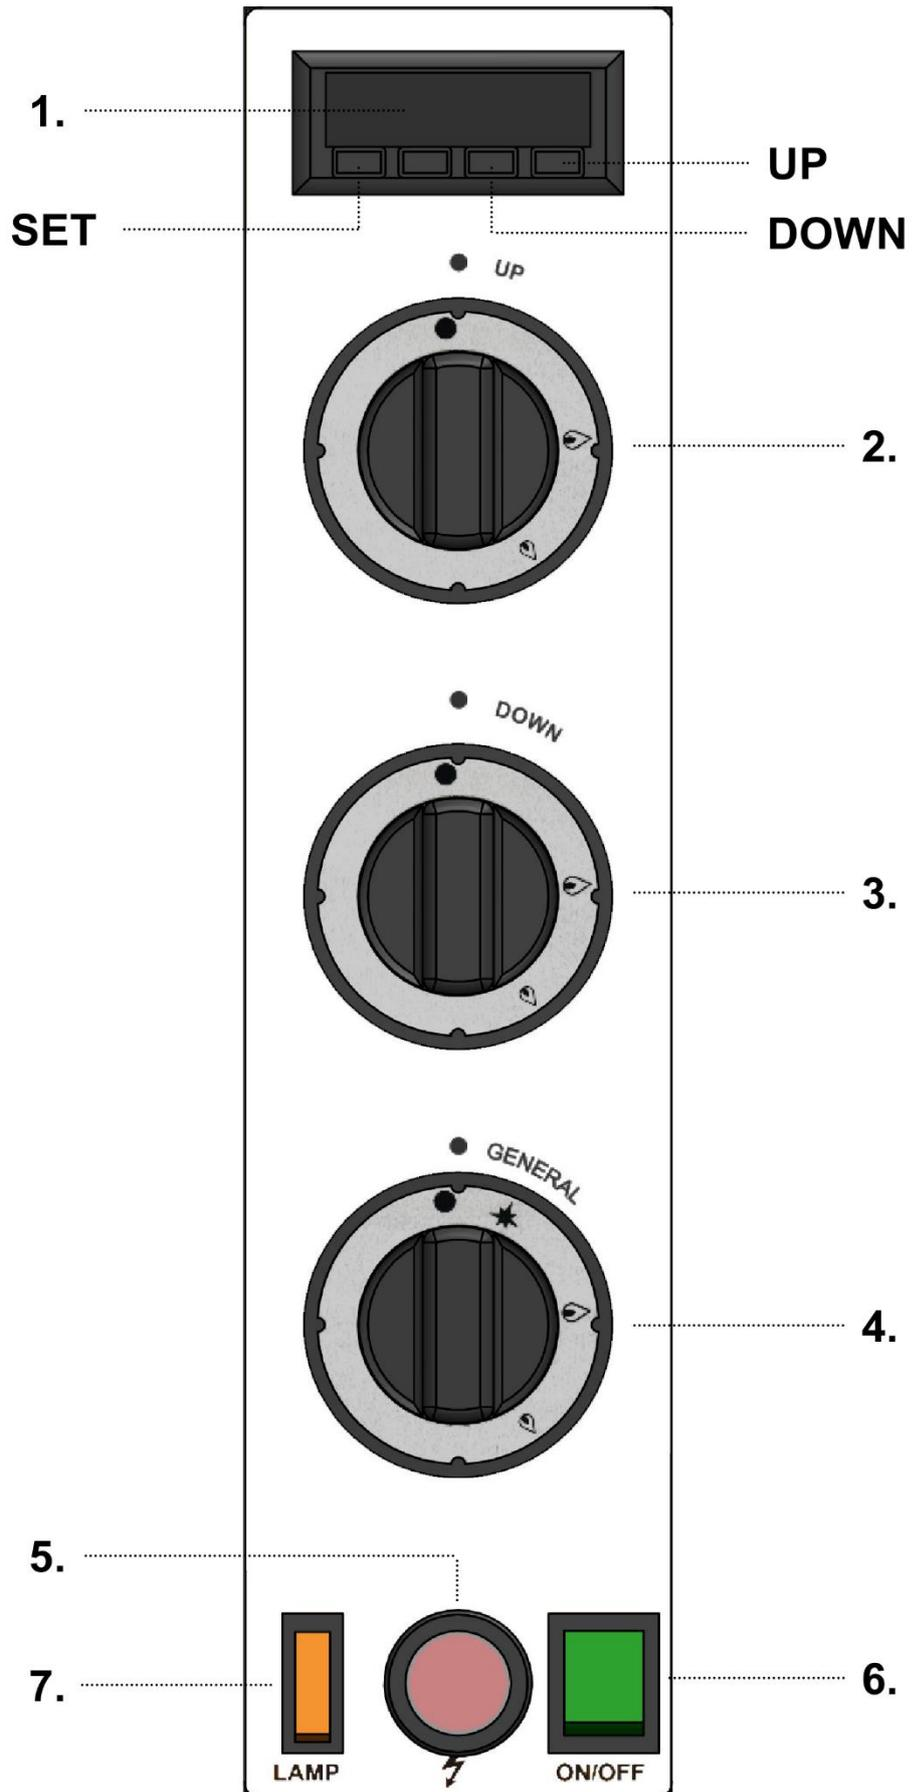
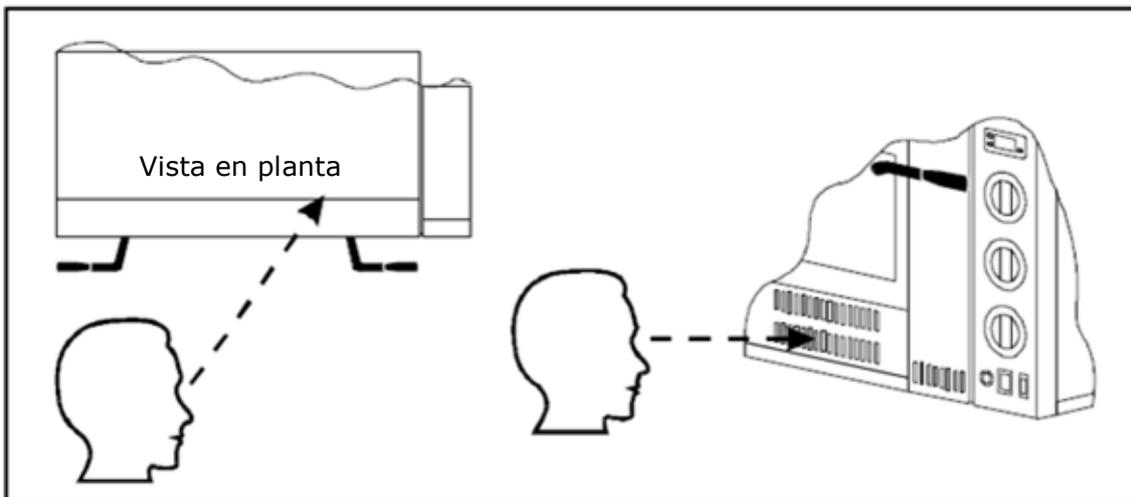

FIG.14
FIG.15
El panel de mandos (FIG.14) del horno se encuentra en la parte frontal Dcha., desde donde el usuario puede manualmente efectuar la puesta en servicio y determinar los parámetros de cocción del horno.
- 3) Pulsar el interruptor general de alimentación eléctrica (FIG.14 Ref.6),
- 4) Determinar la temperatura de ejercicio en el termostato/termómetro pulsando "set" y "+" o "-" FIG.14 - Ref.1).
- 5) Girar el mando del grifo general de alimentación del gas (FIG.14- Ref.4) en la posición  y contemporáneamente pulsar repetidas veces el piezoeléctrico encendido piloto (FIG.14-Ref.5). Una vez se encienda el piloto soltar el mando; la llama piloto debe mantenerse encendida. Si ello no se diera, repetir la operación. Es posible controlar la llama piloto a través de las ranuras situadas en el lado Dcho. del panel frontal (FIG.3-Ref.2) y el respectivo orificio de inspección interior, observando con una inclinación de aproximadamente 45° hacia la Dcha. (FIG.15).
- 6) Girar el mando del grifo general (FIG.14-Ref.4) en posición  (Potencia máxima);
- 7) Abrir los respectivos grifos cielo (FIG.14-Ref.2) y suelo (FIG.14- Ref.3) y haciéndolos girar en sentido anti-horario llevarlos a la posición (Potencia máxima).
Una vez que el horno ha alcanzado la temperatura deseada (ver punto 5 de este párrafo), visible en el termostato/termómetro (FIG.14-Ref.1) es posible introducir la pizza para su cocción.
- 2) Para iluminar el interior de la cámara de cocción accionar el interruptor lampara horno (FIG.14-Ref.7);
- 2) Apagar la iluminación interior del horno con el interruptor (FIG.14-Ref.7);
- 3) Apagar el interruptor general (FIG.14-Ref.6) se apagará la luz verde.